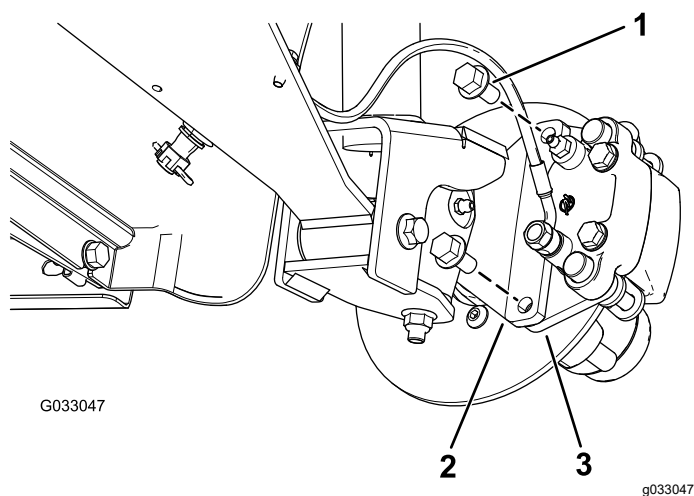
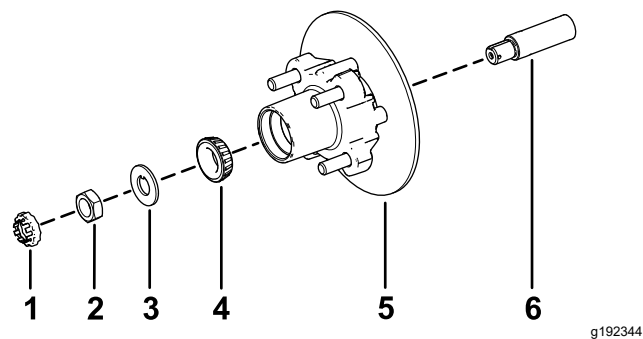

図 30
図 34
3. ブレーキアセンブリ用のブラケットをスピンドルに固定しているフランジヘッドボルト $\frac{3}{8}$ " x $\frac{3}{4}$ "を外してスピンドルからブレーキを取り外す 図 30。
1. スピンドルに所定のグリスを薄く塗る 図 34。
2. ハブとロータをスピンドルに取り付ける。ロータを内側にする 図 34。
3. スピンドルに外側ベアリングを取り付けてレースにはめる 図 34。
4. スピンドルにタブワッシャを取り付ける 図 34。
5. スピンドルにスピンドルナットを取り付け、ハブを回してベアリングを着座させながらナットを 15 N·m 1.52 kg·m = 11 ft-lb に締めつける 図 34。
2. ブレーキパッドをロータのそれぞれの側に合わせ 図 30、キャリパブラケットの穴と、スピンドルフレームのブレーキ取り付け部の穴を整列させる 図 34。
3. キャリパブラケットをスピンドルフレームに固定する 図 30 フランジヘッドボルト $\frac{3}{8}$ " x $\frac{3}{4}$ " 2本を使用する。